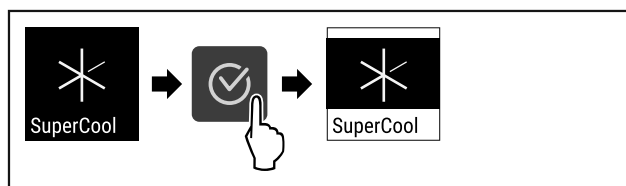

Fig. 73
- ▶ Eseguire i passi (vedere Fig. 73) .